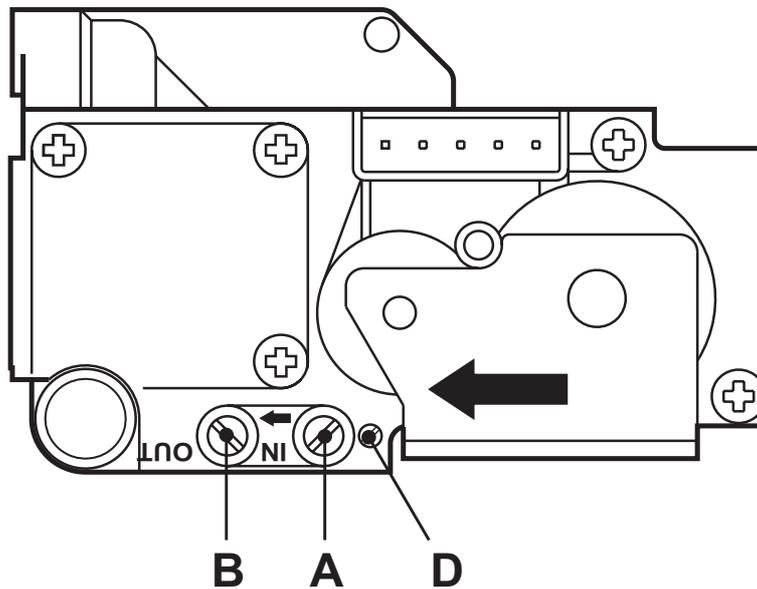

fig. 8 - Valvola gas
- Collegare un idoneo manometro alla presa di pressione "B" fig. 8 posta a valle della valvola gas
- Regolare la pressione minima attraverso la vite "D" fig. 8, in senso orario per diminuirla ed in senso antiorario per aumentarla.